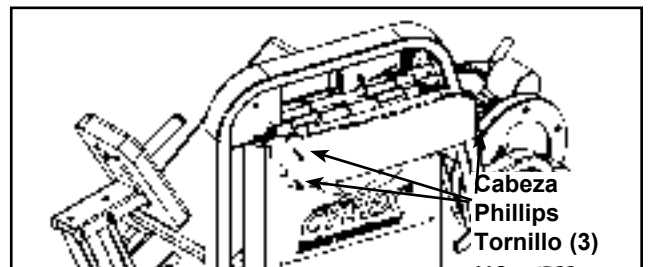

Figura 13
- C. Instalar los tres tornillos principales Phillips que aseguran la cubierta (trasera) superior. Véase El Figura 13.